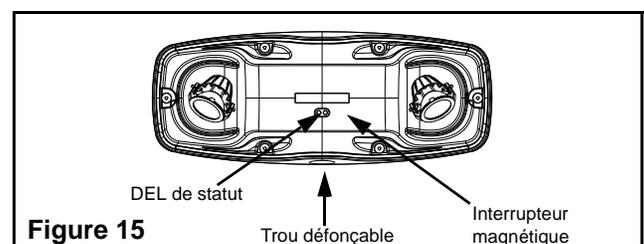

Figure 15
4. Réinstaller le module électronique comme illustré à la figure 15.